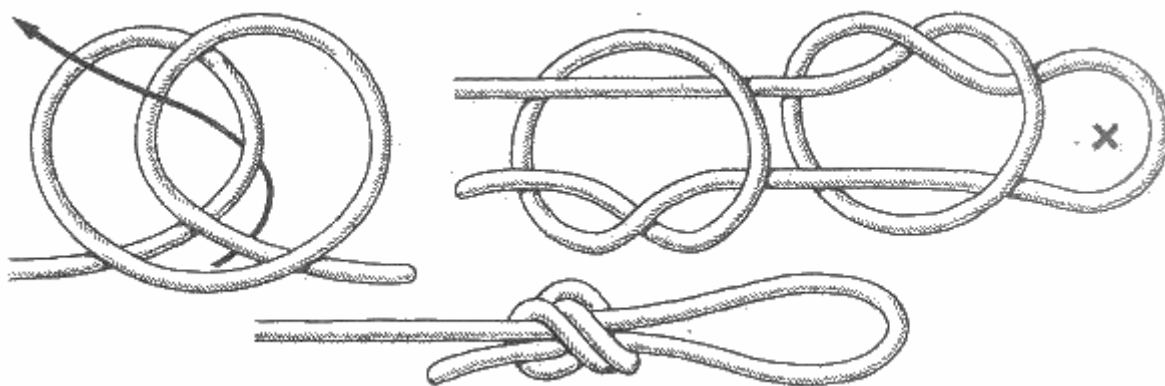

Рис. 72. Рыбацкая петля
**Рыбацкая петля** (рис. 72). Нередко ее называют **английской петлей** или **рыбацким огном**. Ее можно завязать как на конце, так и на середине троса. При затягивании узлы нужно сблизить. Эта петля широко применяется рыбаками. Моряки используют ее вместо фабричного огона при обрыве швартовного троса и в тех случаях, когда необходимо надежно закрепить трос за какой-либо предмет.